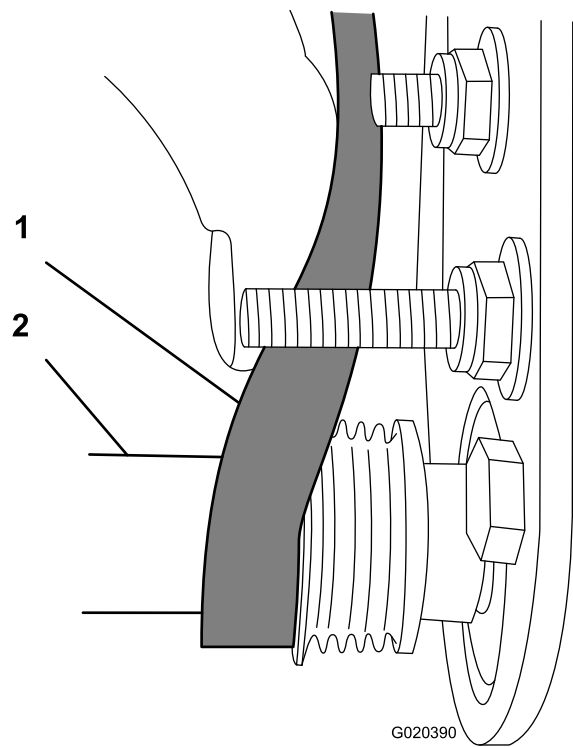

图 14
- 启动**从动**皮带轮上的皮带 图 14。
- 使用深套管9/16 英寸旋转滚筒刷组件并把皮带引入从动皮带轮 图 14。